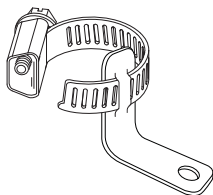

Figure 9 Collier fixation machine
- L'appareil doit être fixé au sol à l'aide de deux colliers fournis (Figure 9).